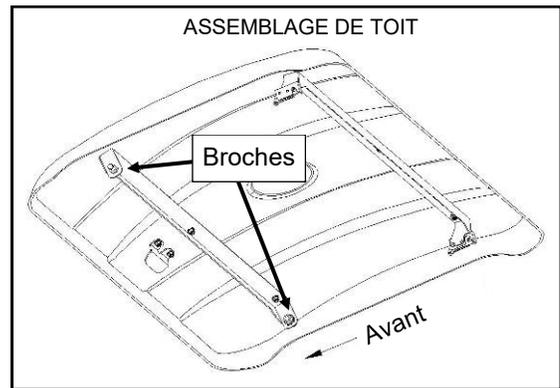

Fig. 4.1 (contenu du kit de toit)
4.1 La figure 4.1 montre le seul élément inclus dans le kit de toit. Remarque : vue en dessous de l'assemblage du toit indiquée.